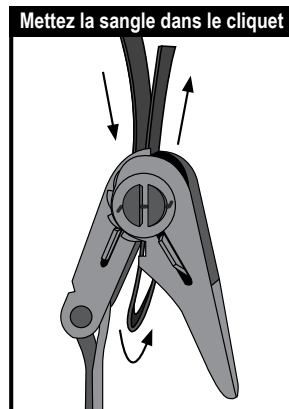

Fig. 12A
**A.** Installer les crochets en « S » avec les cliquets dans les trous des pieds au 4 coins. Tirer sur les sangles pour bien tendre la toile. Faites attention de ne pas trop tirer de façon à ce que la sangle de l'autre côté rentre dans la toile. Mettez les sangles dans les cliquets et serrez. Répétez ces étapes de l'autre côté. Une fois les 4 coins sécurisés, tirez sur la toile vers l'avant ou l'arrière pour s'assurer qu'elle soit bien centrée sur la charpente. Une fois centrée, bien tendre tout les cliquets. Faites ceci dans une configuration de « X » pour être sûr que c'est serré également. Fig. 12A & 12B.